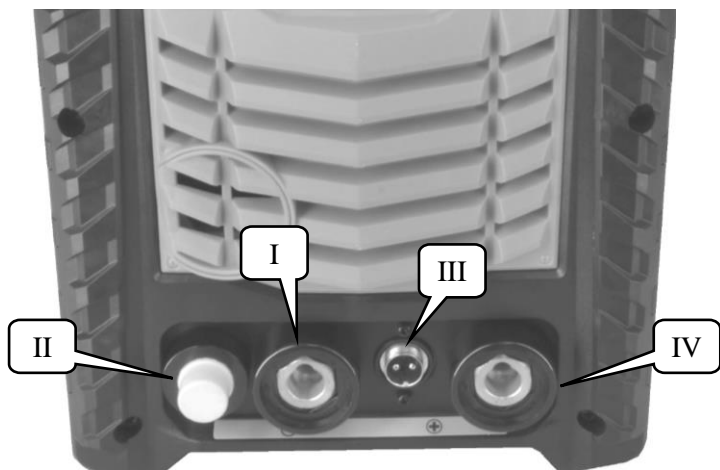

Рис. 1. Расположение силовых разъемов
- Подключить силовой разъем держателя электродов к разъему I (Рис. 1) сварочного аппарата.
- Подключить силовой разъем держателя электродов к разъему IV (Рис. 1) сварочного аппарата.